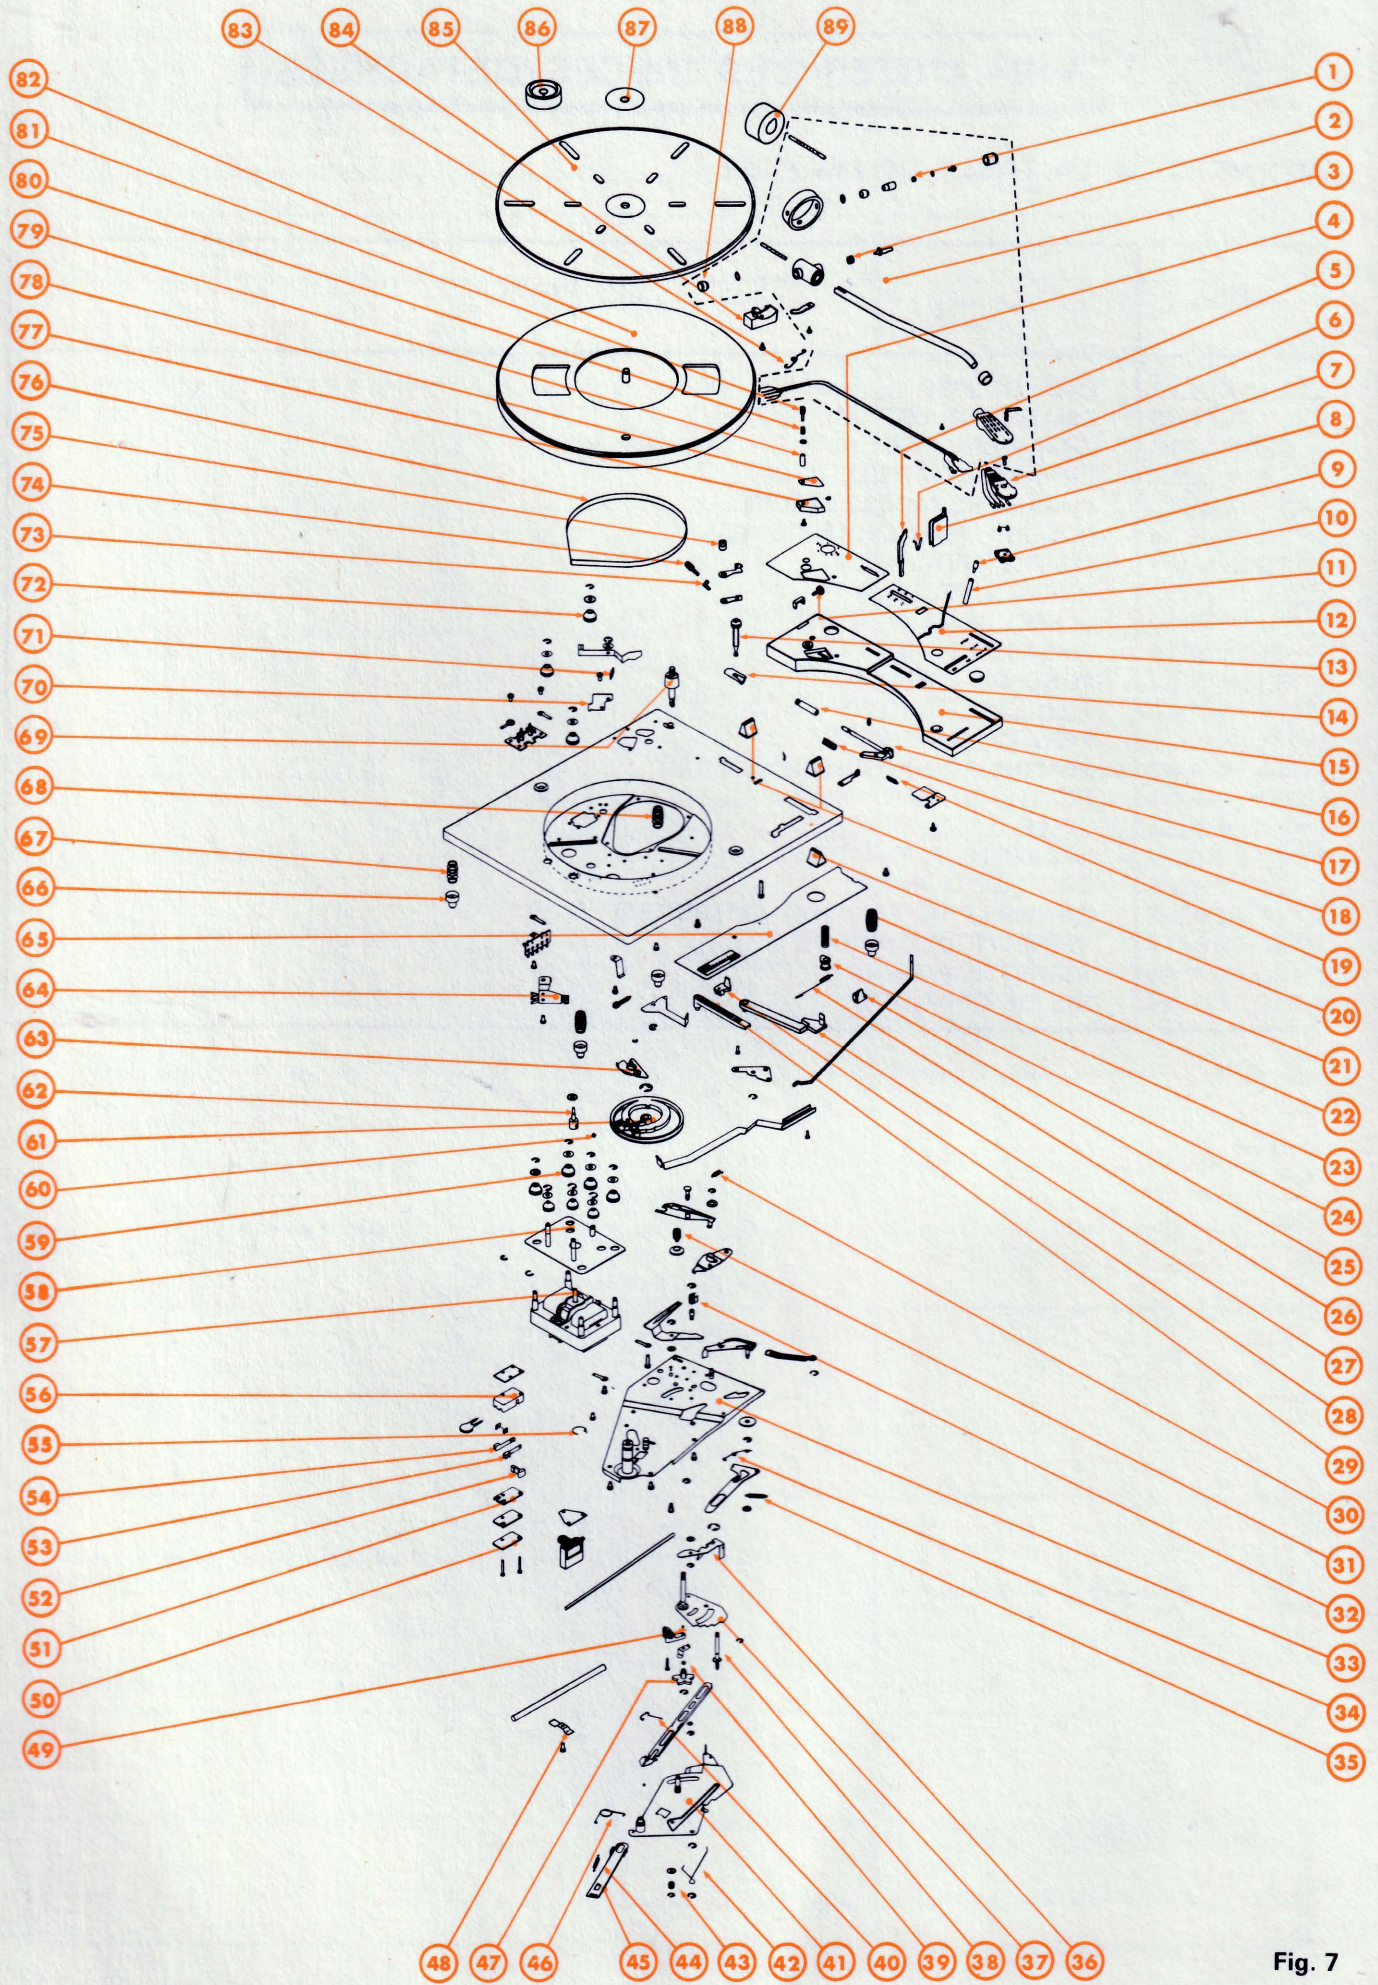

Fig. 7
B) PIECES DE LA PLATINE (Fig. 7)